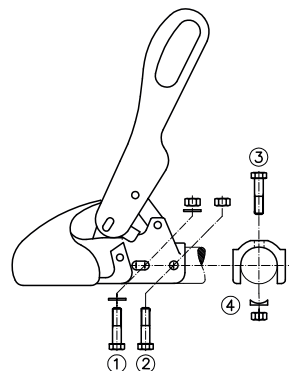

Figura 3: Conexión
entre orificios de 40 mm. (Figura 3) El material de fijación no pertenece al volumen de suministro.
2.2 Cuando el enganche esférico de tracción WS 3000/3500 se emplea como sustituto de otro tipo de enganche, en la instalación de inercia se debe observar, que el amortiguador vuelva a ser montado reglamentariamente y los tubos distanciadores eventualmente existentes en el tubo de tracción sean enhebrados correctamente. Como elemento auxiliar en el WS 3000-D por favor emplear el perno suministrado $\varnothing 12 \times 34$ mm o $\varnothing 12 \times 49$ mm según el diámetro de la barra de tracción. En el WS 3500-D $\varnothing 14 \times 63$ mm. Como elemento auxiliar emplear por favor el perno suministrado de $\varnothing 12 \times 34$ mm o $\varnothing 12 \times 49$ mm según el diámetro de la barra de tracción. Emplear el perno como extractor durante el desmontaje del tornillo de fijación (2) o (3) (Figura 3) según el tipo de fijación del amortiguador y dejarlo colocado durante el desmontaje/montaje del enganche esférico de tracción para el centrado del amortiguador en el tubo de tracción. Al colocar el nuevo tornillo de fijación, volver a retirar el perno.